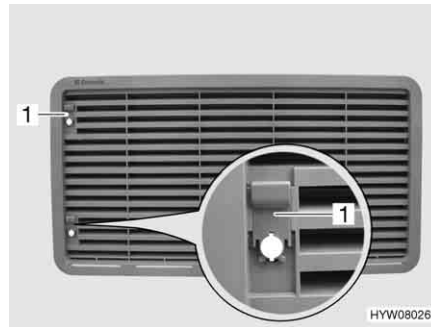

Fig. 157 Griglia di aerazione del frigorifero (con cursore)
- Spingere il cursore (Fig. 157,1) verso l'alto.